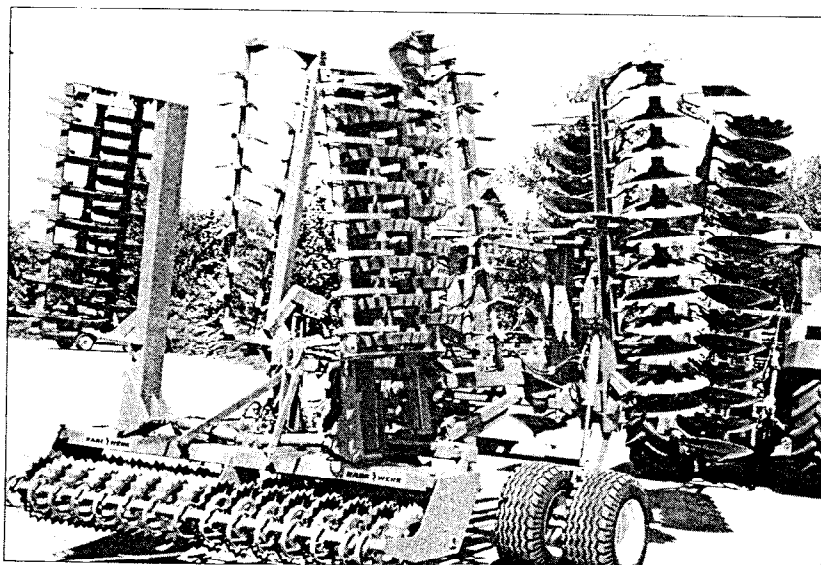

Fig. 4
- d) ... avec rotoculteur et rouleau polygone (fig. 4)